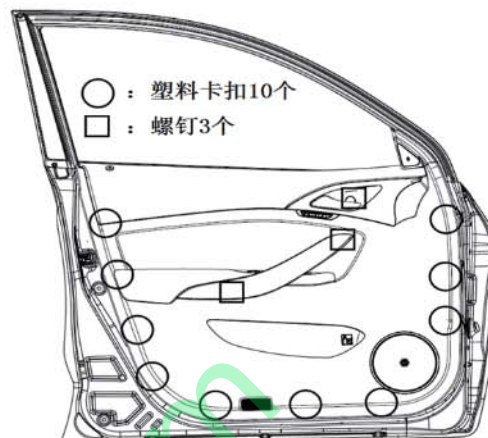

图1-52 前门板拆卸示意图
门护板总成通过螺钉和卡扣安装在车门钣金上，如图 1-52 所示，按 (1) - (5) 的顺序拆卸门板：